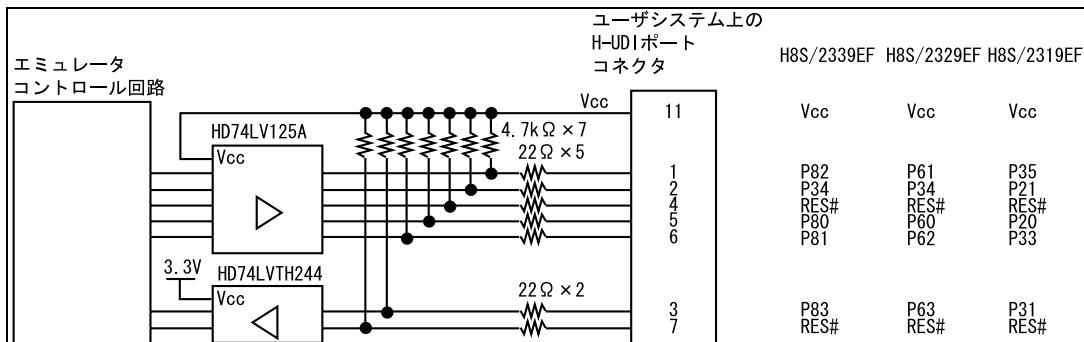

図 1.7 エミュレータ内インターフェース回路 (参考)
- 図 1.7 にエミュレータ内インターフェース回路を示します。ブルアップ抵抗の値などを決定するときに参考にしてください。